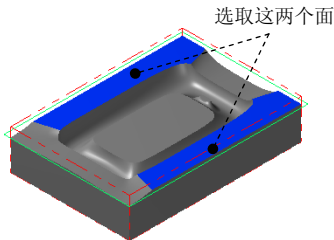

图 23.15 选取干涉面
(3) 单击 **干涉面** 区域中的  按钮，选取图 23.15 所示的面为干涉面，然后按 **Enter** 键。
(4) 单击  按钮，完成加工区域的设置，同时系统弹出“曲面残料粗加工”对话框。